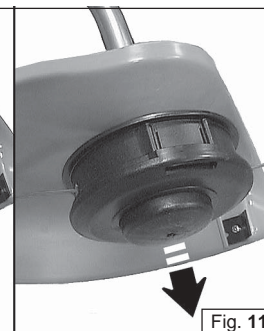
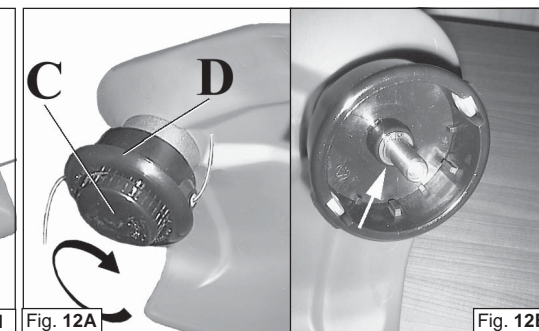

Fig. 12A
Fig. 12B
- 1 - Svitare il pomello (C, Fig. 12A) e togliere la bobina (D). Per smontare completamente la testina, togliere il seeger (Fig. 12B).
- 1 - Unscrew the knob (C, Fig. 12A) and remove the spool (D), and remove the clip.
- 1 - Dévisser le pommeau (C, Fig. 12A) et enlever la bobine (D), et elevar le anneau de sécurité.
- 1 - Kugelknopf ausdrehen (C, Abb. 12A) und sowie Spule (D) abnehmen. Dann den Seegerring entfernen.
- 1 - Destornillar el pomo (C, Fig. 12A) y extraiga la bobina (D). Luego quitar el anillo de retención.
- 1 - Losschroeven te verdraaien (C, Fig. 12A) en verwijderen de spoel (D). Verwijder dus de seeger.